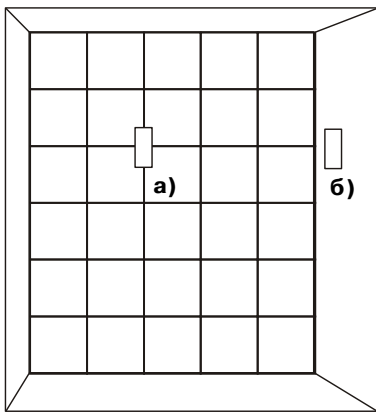

Рис.9 Защита стеклоблоков
– непосредственно на охраняемую стеклянную поверхность [рис. 9а)]. Для этого крепежное устройство удобно размещать в отверстии цементного шва, соединяющего стеклоблоки между собой, по методике установки извещателя на кирпичную или бетонную конструкцию;
– на примыкающую к охраняемой кирпичную, бетонную или стальную конструкцию [рис. 9б)] по соответствующей методике.